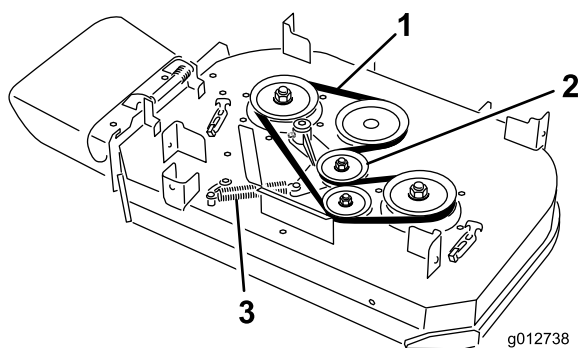

Figura 64
4. Desenganche el muelle de la clavija del brazo de la polea tensora (Figura 64).
5. Retire la correa usada del cortacésped (Figura 64).
6. Instale la correa nueva del cortacésped alrededor de la polea del embrague, las poleas de la carcasa y la polea tensora (Figura 64).
7. Enganche el muelle en la clavija del brazo de la polea tensora (Figura 64).
6. Instale la correa nueva del cortacésped alrededor de las poleas de la carcasa y la polea tensora (Figura 64).
5. Desenganche el muelle de la clavija del brazo de la polea tensora (Figura 64).
6. Retire la correa usada del cortacésped (Figura 64).
7. Instale la correa nueva del cortacésped alrededor de las poleas de la carcasa, la polea del embrague y la polea tensora (Figura 64).
8. Enganche el muelle en la clavija (Figura 64).